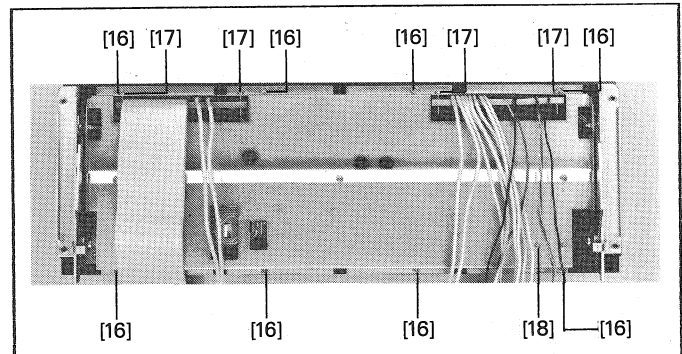

Fig. 7
- 8 Schrauben [16] (Fig.7) der Rückwand der Bedienungseinheit lösen, Rückwand entfernen.